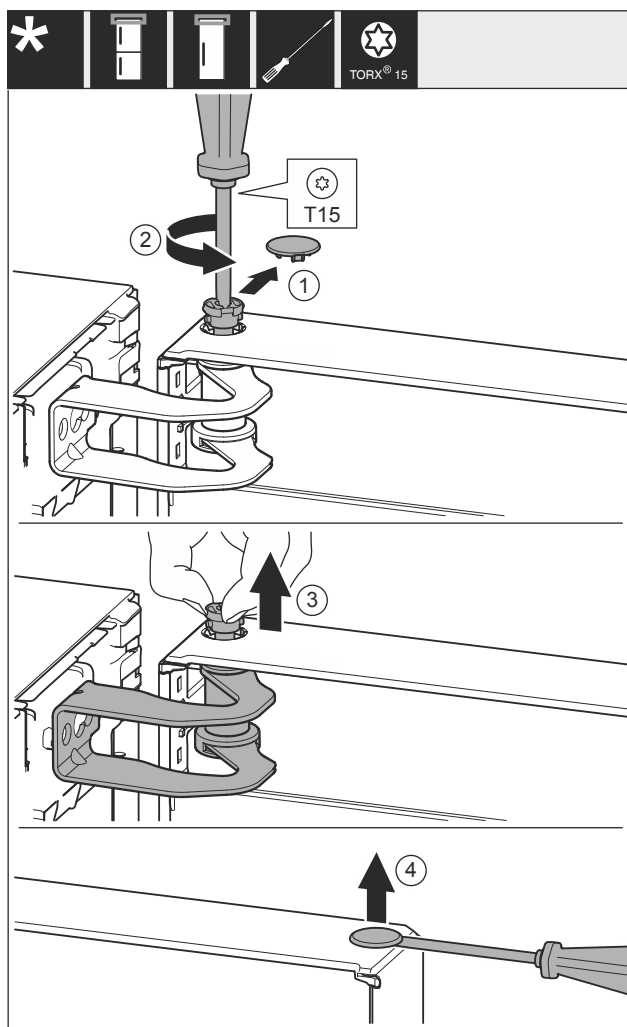

Fig. 12
- ▶ Oprezno skinite poklopac Fig. 12 (1).
- ▶ Odvijačem malo odvrnite svornjak Fig. 12 (2).
- ▶ Izvucite svornjak Fig. 12 (3) prstima.
- ▶ Odvijačem oprezno podignite poklopac Fig. 12 (4) i izvadite ga.